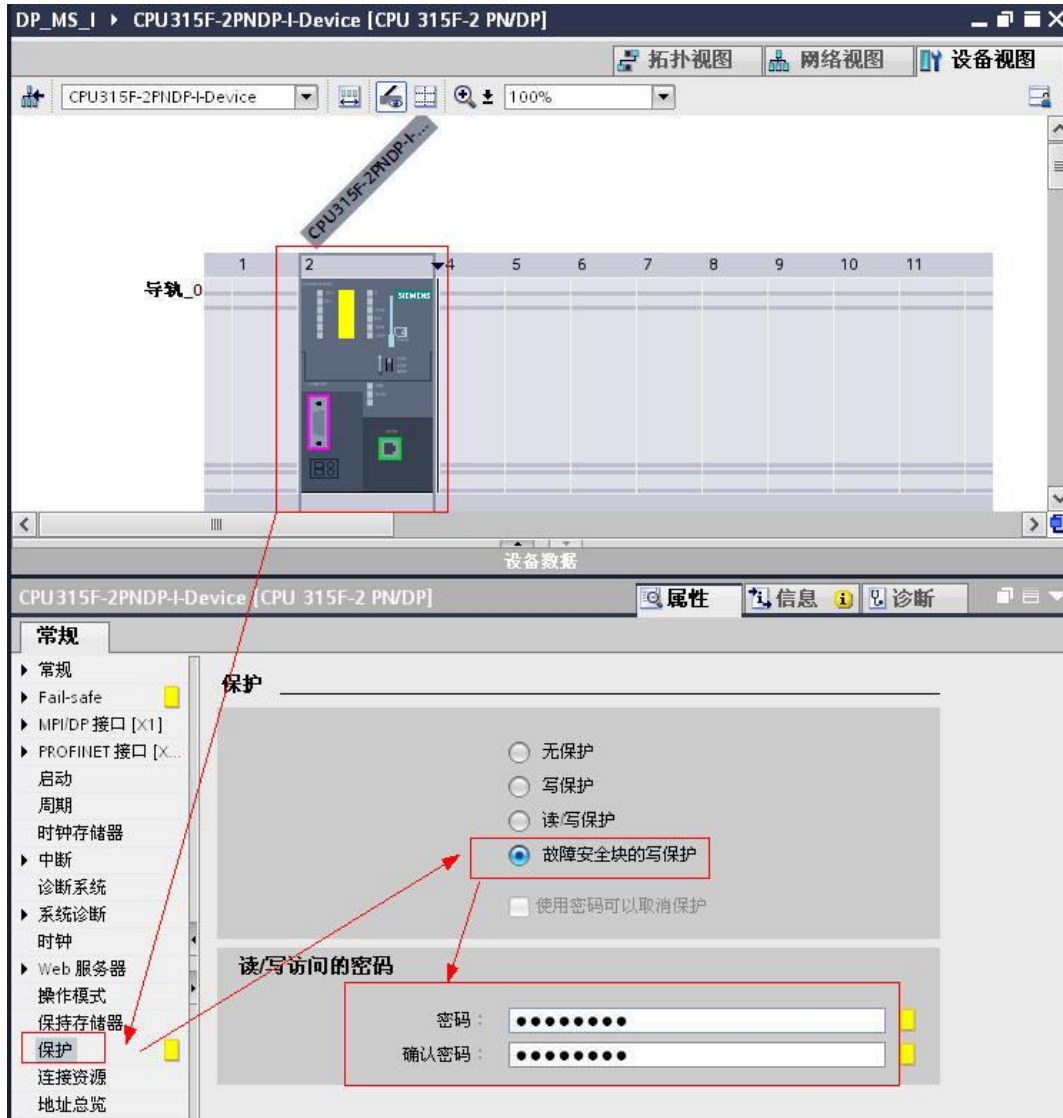

图 2-6 激活安全功能
6) 设置 CPU 保护等级和激活安全程序选项，根据提示安全程序密码，本例中密码为：1111。如图 2-6